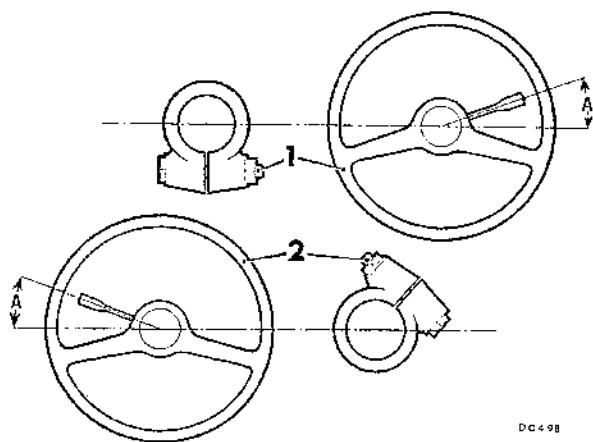

Fig. J.2
- (24) Modelos Mk.II. Montar la columna al piñón con el perno de la abrazadera colocado como muestra la Fig.J.2 y apretarlo al par dado en "DATOS GENERALES".
- (25) Levantar la columna e insertar el clip dentro del soporte de apoyo, moviendo el soporte para adaptarse al clip y no viceversa, para que la columna quede libre de carga. Apretar los pernos de fijación del soporte al rail del panel.
- (26) Montar y ajustar el perno limitador del indicador hasta que la medida combinada de la columna y el perno esté entre $30,4$ y $30,8$ mm. ($1,196 - 1,212"$) Asegurarse de que la cabeza longitudinal del perno está paralela a la columna y apretar la contratuerca. Apretar el clip de la columna al soporte.
- (27) Asegurarse de que la columna exterior y la palanca del indicador de dirección están situados como muestra la Fig. J.2, es decir, con el espárrago limitador del indicador exactamente entre los dos mecanismos anuladores del interruptor.
- (28) Apretar las tuercas de los pernos en "U", por pares, girando alternadamente cada tuerca, media vuelta cada vez, hasta que estén seguras.
- (29) Modelos Mk.II. Quitar el pasador posicionador y acoplar el tapón de plástico.